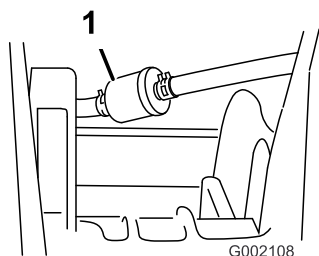

Bild 46
5. Entfernen Sie die Klemmen, mit denen der Kraftstofffilter an den -leitungen befestigt ist (Bild 46).